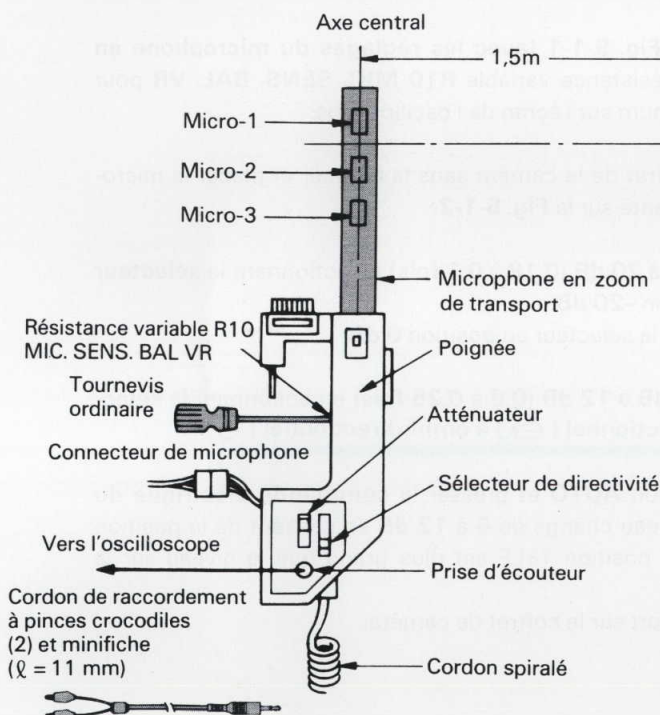

Fig. 5-1-1
- (2) Ajuster le microphone télescopique, l'équipement de prise de son et les appareils de mesure d'après les indications de la Fig. 5-1-1.
- (1) Procéder à la mise en place décrite par la Fig. 5-1-1 (avec les réglages du microphone en **Super-directionnel** et **0 dB**) et ajuster la résistance variable **R10 MIC. SENS. BAL. VR** pour obtenir une amplitude de forme d'onde minimum sur l'écran de l'oscilloscope.